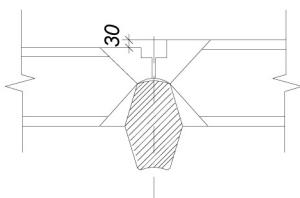

Рисунок 5.
1.13. При стыковке брёвен перепад высот не должен превышать 30 мм.(см. Рис. 5).